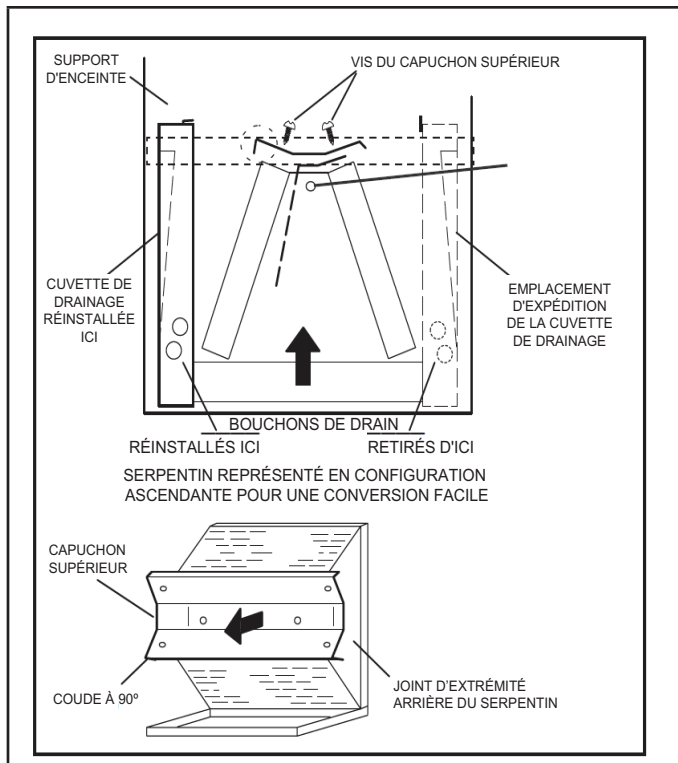

FIGURE 7. Modification sur place pour refoulement du côté gauche
- 7 - Remettez le couvercle supérieur en place sur le serpentin à l'aide des mêmes vis. Reportez-vous à la FIGURE 7.